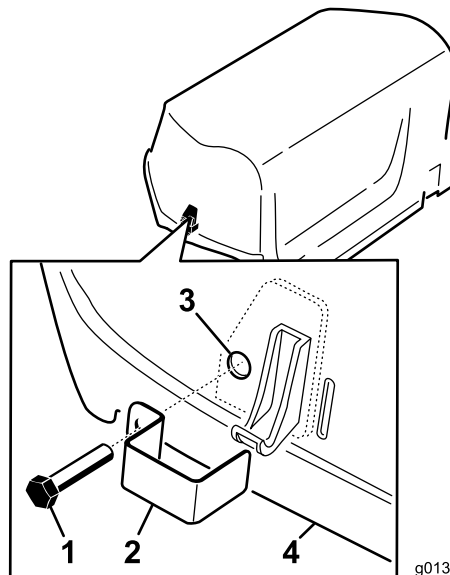

Figure 7
1. Fixez une gâche sur les verrous gauche et droit du capot avec une vis d'assemblage (x 2) (Figure 7).
2. Avec une pince ou une clé réglable, vissez une rondelle de blocage interne sur chaque vis (1-2 filets) pour la fixer en place (Figure 7).